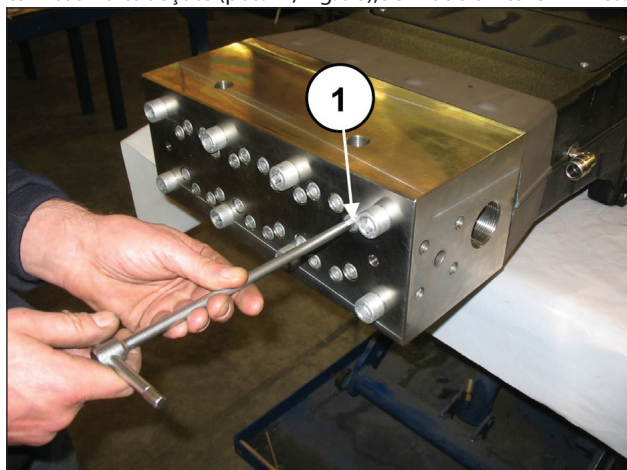

Fig. 96
Afrouxe, sem remover, os parafusos M10x140 de fixação das camisas no cabeçote (pos. ①, Fig. 96), de modo a ficarem livres.